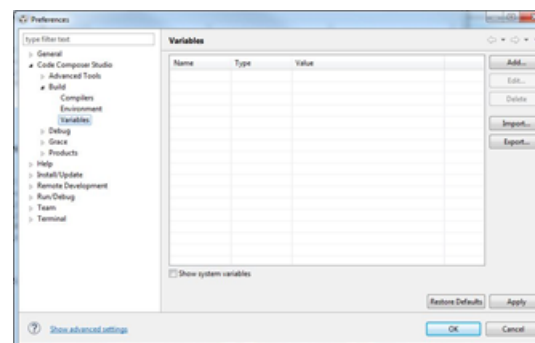

图 32. CCS 中的 FreeRTOS 支持 (1/2)
5. 选择窗口 (Window) → 首选项 (Preferences) → Code Composer Studio → 编译 (Build) → 变量 (Variables) → 添加 (Add) (请参见图 32)。